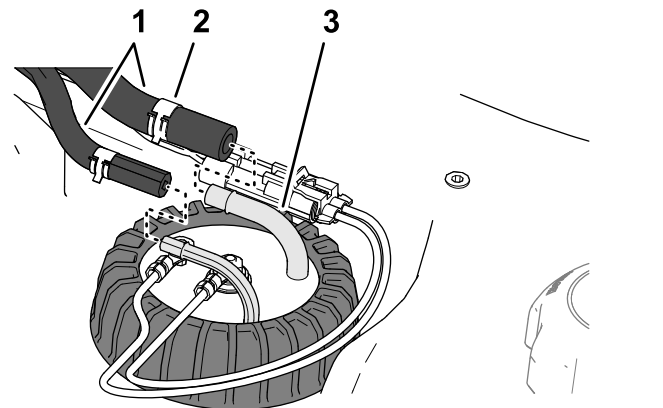

Figura 124
4. Mueva las abrazaderas que sujetan las mangueras a los acoplamientos del sensor de combustible hacia dentro, y retire las mangueras de los acoplamientos (Figura 124).